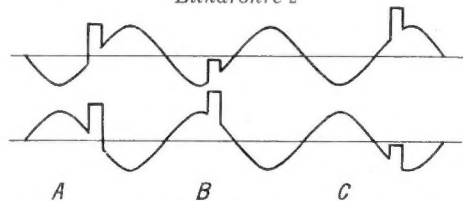

Bild 12. Wirkungsweise der Schaltung nach Bild 11; zwei um 180° phasenverschobene Sinusspannungen werden mit dem Synchronisierimpuls verglichen
Mittels des Übertragers T werden die um 180° verschobenen Sinusspannungen erzeugt, an die Dioden gelegt und die Mitte des Übertragers T der Synchronisierimpuls zugeleitet. Der Punkt A erhält eine negative Vorspannung, die den richtigen Arbeitspunkt für die Phasenschieberöhre 2 einstellt. Am Punkt B wird die Regelspannung abgenommen. Diese ist gleich Null, wenn der Impuls nach Bild 12 bei A auf der Flankenmitte der Sinusspannung steht. Die gleichgerichteten Teilspannungen der Dioden heben sich dann auf.
Wandern die Synchronisierzeichen in Bild 12 von der Mitte zur linken Seite (B), so entsteht eine positive Regelspannung, während Impulse, die nach rechts wandern, eine negative Regelspannung erzeugen (C). Wenn die Frequenz der Synchronisierzeichen kleiner ist als die des Resonanzkreises, so erscheint eine positive Spannung am Gitter der Phasenschieberöhre. Sie steuert die Frequenz des Schwingkreises zu kleineren Werten; dadurch werden der Frequenzunterschied und die Regelspannung geringer, bis es zu einem Gleichgewichtszustand kommt. Umgekehrt tritt auch eine Regelung ein, wenn die Oszillatorfrequenz sich verändert.